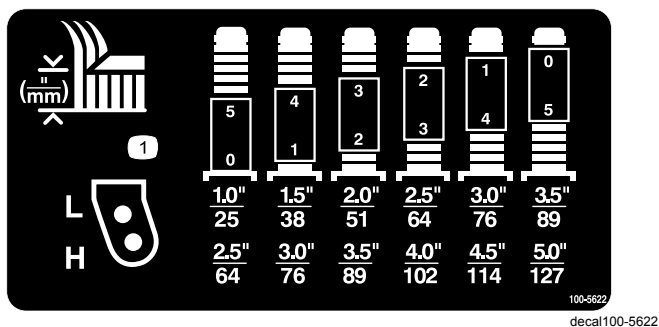
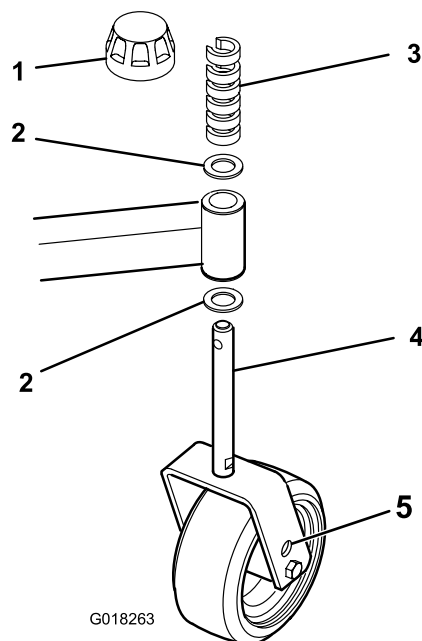

Figure 8
Figure 9
2. Placez les essieux des roues pivotantes dans les mêmes trous sur toutes les fourches. Pour choisir les trous corrects pour la hauteur de coupe requise, reportez-vous à Figure 7, Figure 8 et Figure 9.
Pour déterminer les combinaisons d'entretoises requises pour les différentes hauteurs de coupe, reportez-vous à la Figure 8.
1. Enlevez le chapeau de tension de l'axe de pivot (Figure 9)